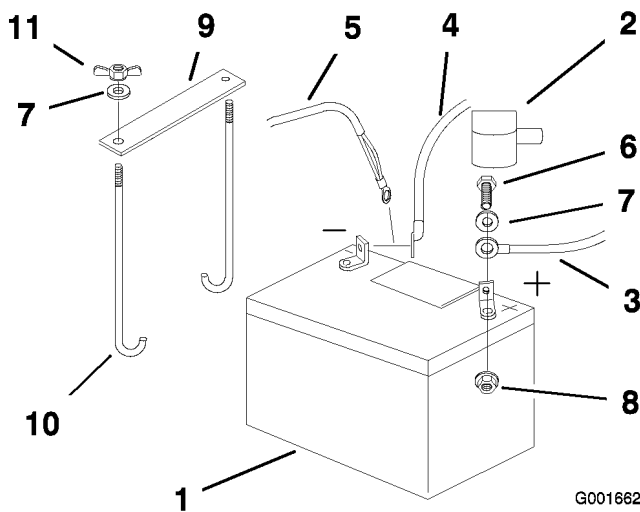

Figure 39
4. Commencez par débrancher le câble négatif et le câble de masse de la borne négative (-) de la batterie (Figure 39).
5. Ôtez le capuchon rouge de la borne positive (rouge) de la batterie. Débranchez ensuite le câble positif (rouge) de la batterie (Figure 39).
- Retirez les deux écrous à oreilles (1/4 inch) de fixation de la barrette de maintien de la batterie (Figure 39).
- Placez la batterie dans son support en tournant les bornes vers le moteur (Figure 39).
- Fixez les câbles avec 2 boulons (1/4 x 3/4 po), 2 rondelles (1/4 inch) et 2 contre-écrous (1/4 inch) (Figure 39).
- Fixez la batterie en position avec les boulons en J, la barrette de maintien et 2 rondelles (1/4 inch), ainsi que 2 écrous à oreilles ((1/4 inch)) (Figure 39).